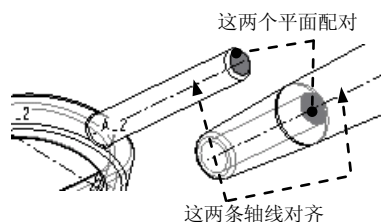

图 7.2.16 选取配对面对齐
(2) 分别选取两个元件上要配对的面（如图 7.2.16 所示）。选取手柄上的配对面时，应该采用“从列表中拾取”的方法，然后在 **偏移** 下拉列表框中选择  **偏距**，配对面间的距离值为 0。
(2) 分别选取两个元件上要对齐的轴线（见图 7.2.16），此时界面下部的 **状态** 中显示的信息为 **完全约束**。